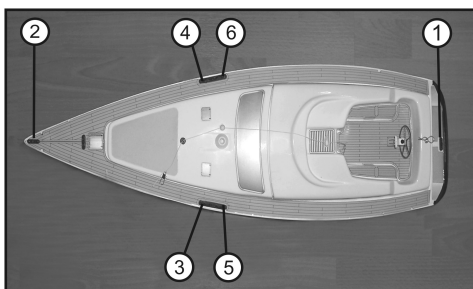

Figure 10
- La figure 10 montre les emplacements où chaque voile doit être accrochée (par ex. corde avec numéro 2 en position 2 sur la coque, voir figure 10).